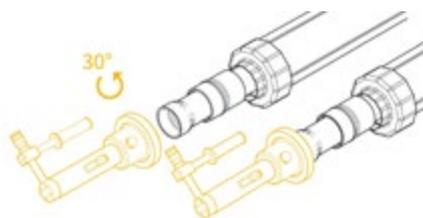

Рис. 5.7.7
5. Сравить давление в насосе. Повернуть гидроцилиндр с насадкой на 30° и повторить предыдущую операцию (рис. 5.7.7).